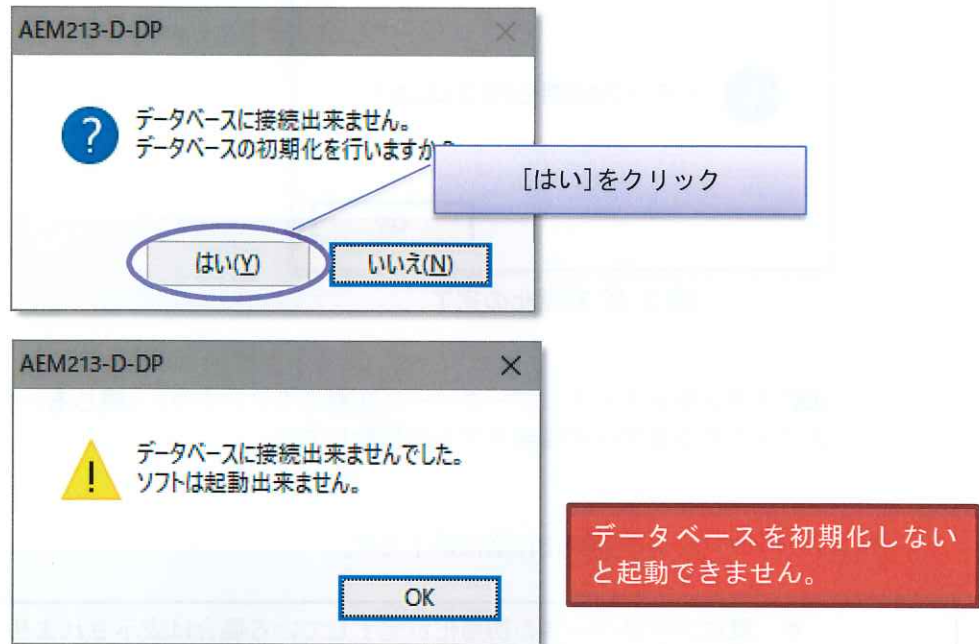

図 2.14 データベースへの接続
- (2) データベースと接続することができませんので、データベースの初期化を促すメッセージが表示されます。初期化を実施するため[はい]をクリックします。(図 2.14)